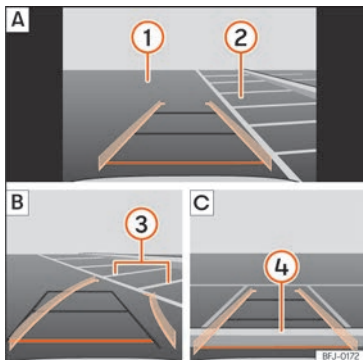

Fig. 192 Affichage à l'écran du système d'infodivertissement : stationner avec l'assistant de marche arrière.
Légende de la **fig. 192** :
- Placez le véhicule en face de la place de stationnement **» fig. 192 2 A**.